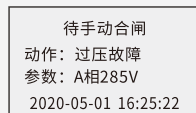

图15
11.1 过压故障显示界面，当前电压大于过压档位设定的电压时，显示实时故障电压，屏幕显示如图15所示。